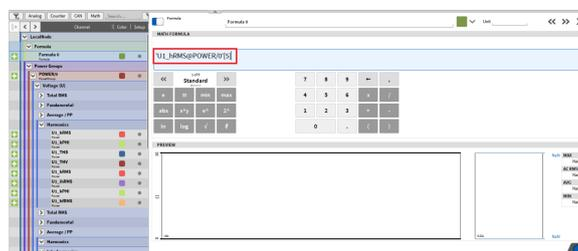

Abb. 7.70: Grundlegende mathematische Operationen für Arrays
- Grundlegende mathematische Operationen für Arrays mit gleichen Dimensionen unterstützt (siehe ① in Abb. 7.70): + - * /
- Operationen (+ - * /) mit Arrays und Konstanten (siehe ② in Abb. 7.70)